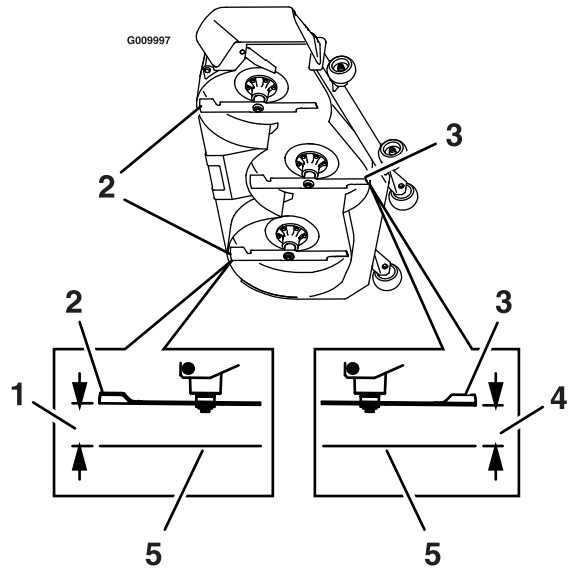

Figure 76
- Mesurez et notez la distance entre la surface plane et la pointe avant de la lame centrale (Figure 76).